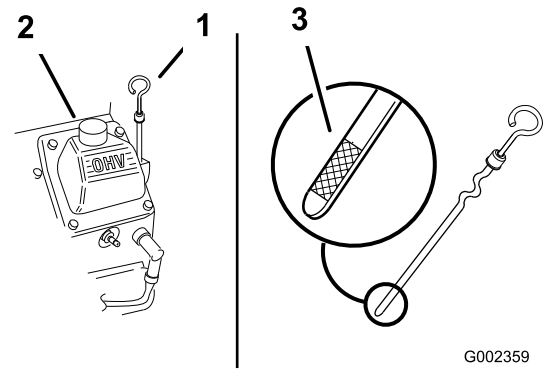

Рисунок 23
3. Очистите поверхность вокруг масломерного щупа (Рисунок 23), чтобы загрязнения не могли попасть в заливное отверстие и привести к повреждению двигателя.
4. Извлеките масломерный щуп и начисто протрите его (Рисунок 23).
5. Вставьте масломерный щуп в трубку заливной горловины до упора (Рисунок 23).
6. Медленно залейте примерно 80% указанного количества масла в заливное отверстие (Рисунок 23).